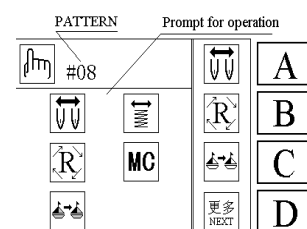
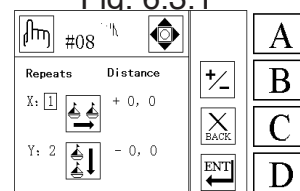

Fig. 6.3.1
Fig. 6.3.2
1. Enquanto mostrando o estado de espera (Fig.3.3) pressione a tecla **F** uma vez para mostrar a Fig.6.3.1.
2. Na Fig.6.3.1, pressione a tecla **C** para mostrar a Fig.6.3.2.
3. Na Fig.6.3.2, pressione as teclas de direção **←** **→** e **↑** **↓** para mover o cursor para a coluna do parâmetro correspondente.
5. Na Fig.6.3.2, pressione a tecla **D** para completar a definição dos dados de configuração de bordado, voltando automaticamente à tela da etapa 2 (Fig.6.3.1)
Pressione a tecla **C** para cancelar o valor que foi definido e volte automaticamente para a tela da etapa 2 (Fig.6.3.1).